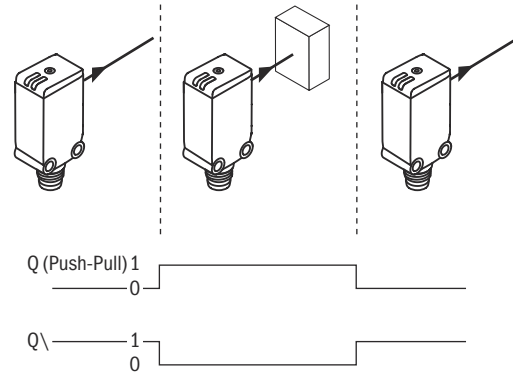

Рисунок 7: Поведение переключений
- 2 Расстояние срабатывания настраивается путем нажатия одной кнопки «обучения», пока не начнет медленно мигать желтая светодиодная лампа. Мы рекомендуем расположить состояние переключения на объекте, например, как на рисунке сверху. Как только диапазон срабатывания отрегулирован, объект убирается с пути луча, что приводит к подавлению фона и изменению переключающего вывода (см. рисунок 7, страница 176).
Если переключающий выход не ведет себя в соответствии с условиями вышеуказанной схемы, проверьте условия эксплуатации, см. рисунок 7, страница 176.